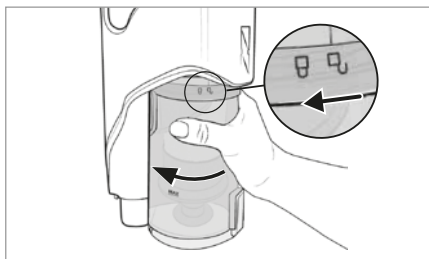

Fig. 19
- 2) Pentru a îndepărta recipientul de praf 7 de la aparat, rotiți-l în direcția simbolului (deschis), până când poate fi detașat de aparat (a se vedea fig. 19).